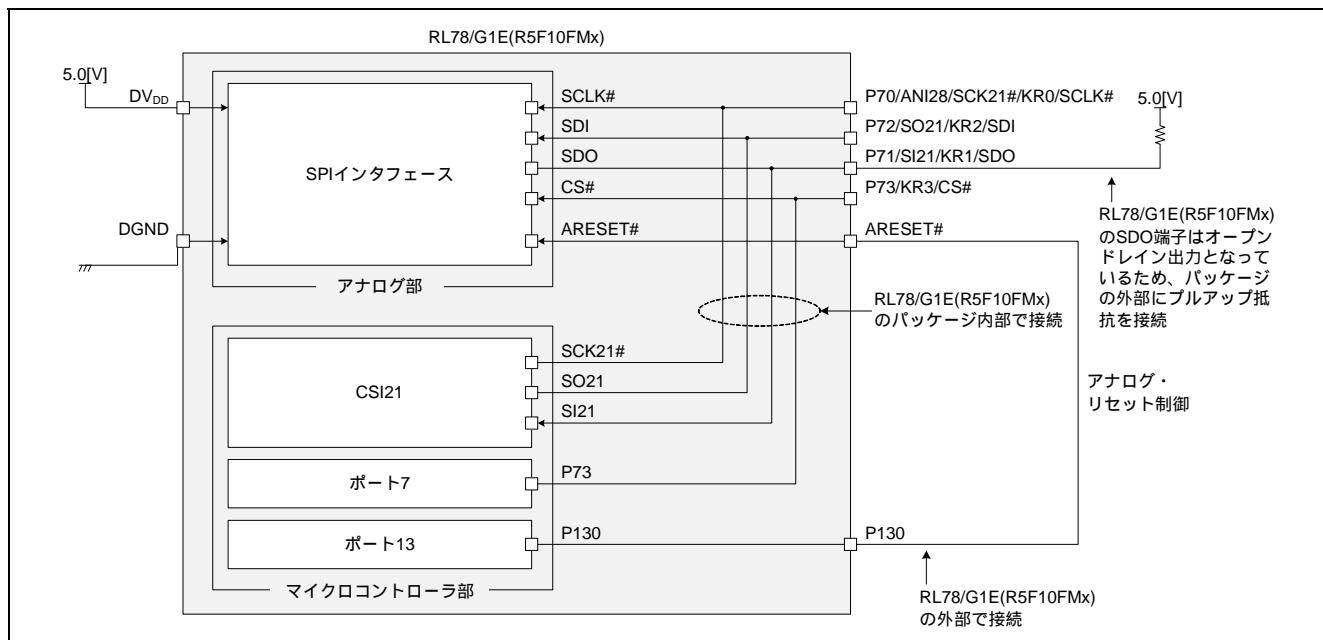

図 6.6 SPI の接続図
- リセット制御レジスタ (RC) の RESET ビットへの 1 ライトによる内部リセット
- 図 6.6 に RL78/G1E (R5F10FMx) の SPI の接続図を示します。